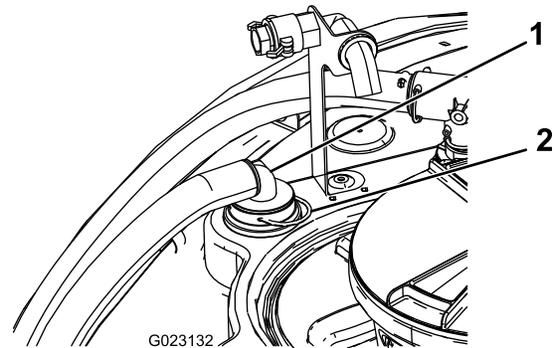

Bild 16
1. Befestigen Sie das Schlauchende mit dem 90° Anschluss mit einer Befestigungsgabel an das zuvor angebrachte Schott (Bild 16).